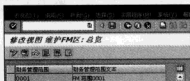

图 5-152 “修改视图维护 FM 区:总览”界面
STEP 1 在命令栏输入 SPRO 命令,通过菜单选择“行政机构管理→资金管理部门→基本设置→定义全局参数”选项,或者直接在命令栏中输入“OF15”命令,弹出“修改视图维护 FM 区:总览”界面,如图 5-152 所示。在此界面中,可以看到当前系统中存在的财务管理范围。